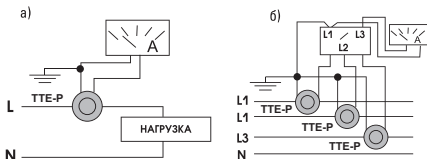

Рисунок 2
5.4. Схемы подключения амперметров через трансформаторы тока на рис. 2.